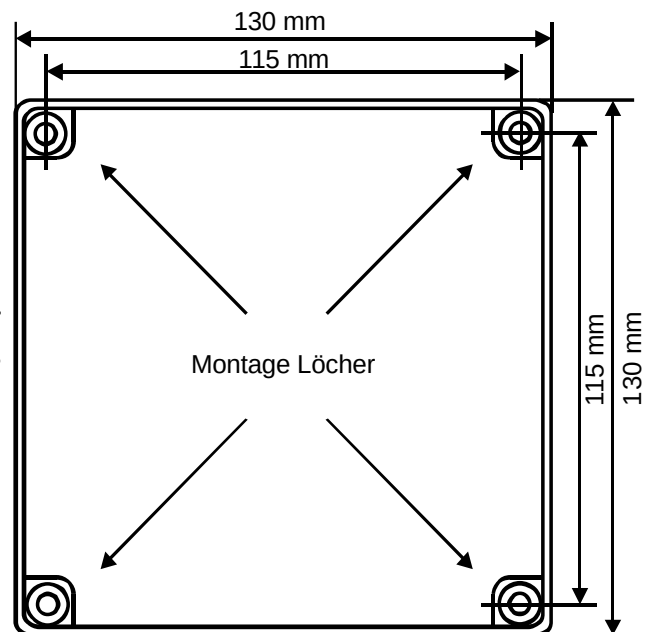

Abbildung 2: Montage des Controllers
- Gerät an den 4 markierten Befestigungspunkten des Gehäuseunterteils so an der Wand befestigen (siehe Abbildung 2), dass der Sensor immer senkrecht zum Boden gerichtet ist. Bei Verwendung der Vorprägungen an der Bodenseite verliert der MSC die Schutzart IP65.